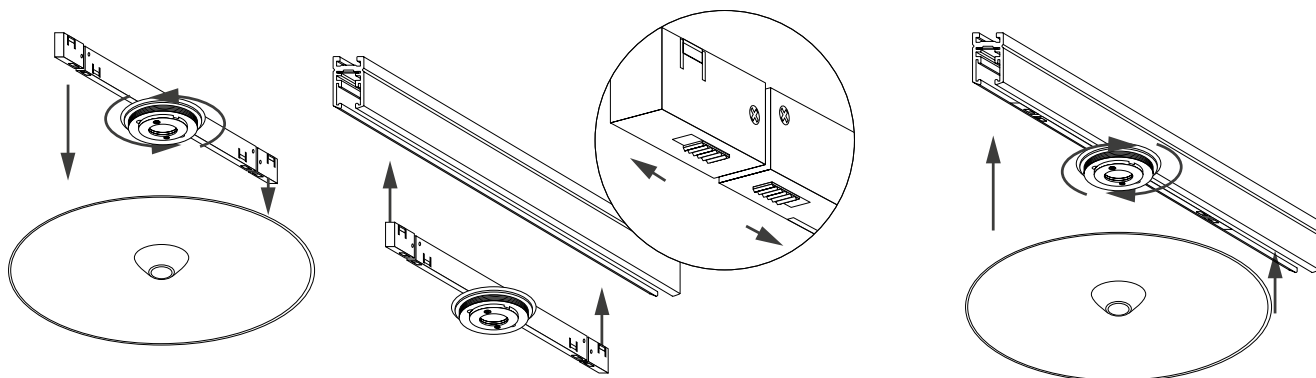

Рис. 2. Установка светильника
- Установите светильник в необходимом месте шинопровода, как показано на рис. 2.